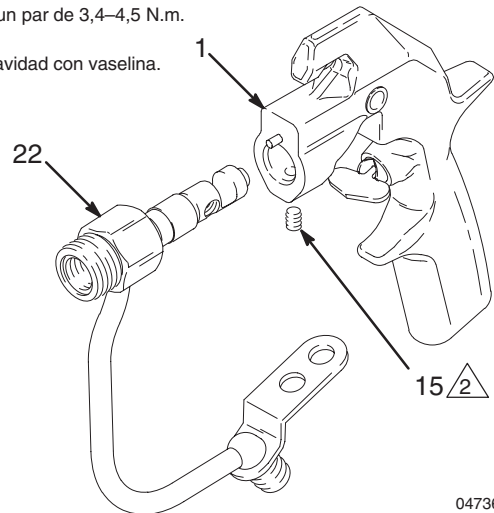

Fig. 18
- Introduzca el alojamiento de fluido (22) en el cuerpo de la pistola (1) hasta que quede bien acoplado. Apriete el tornillo de fijación (15) a un par de apriete de 3,4–4,5 N.m. Llene la cavidad del tornillo de fijación con vaselina. Vea la Fig. 18.